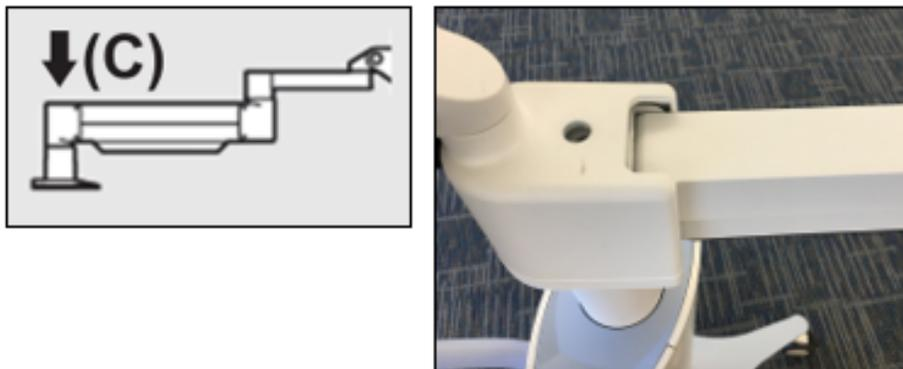

Figura 4-7. Impostazione della tensione del braccio con la vite di regolazione della resistenza C
- Impostare la tensione del braccio con la **vite di regolazione della resistenza C**. Usare una chiave Allen da $\frac{7}{32}$ " e ruotare la vite C in senso antiorario fino a quando il braccio comincia a muoversi lentamente verso l'alto. Dopo la regolazione, quando il braccio viene spinto leggermente verso il basso si deve avvertire un lieve rimbalzo. Vedere la Figura 4-7.